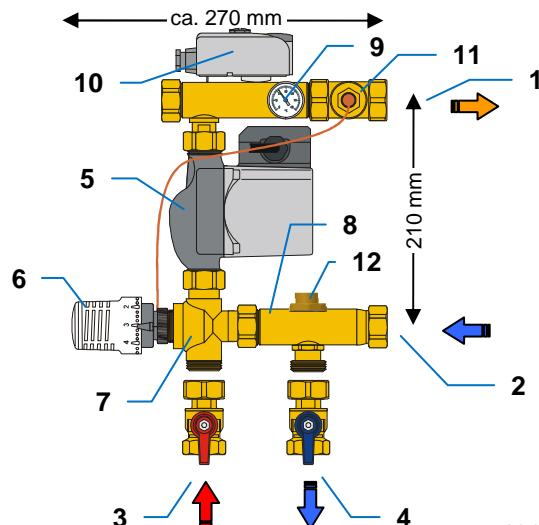

Abb.2
(siehe Abb.2) Das Mischventil (7) ist als Proportionalregler konzipiert. In Abhängigkeit der am Thermostatkopf (6) eingestellten Temperatur (20-50°C) wird „heißes“ Wasser aus dem Kesselkreis- Vorlauf (3) mit dem „kalten“ Rücklaufwasser aus den Fußbodenheizungskreisen (2) gemischt. Die gewünschte Vorlauftemperatur der Fußbodenheizungskreise wird über den Fühler (11) im Fußbodenheizungs- Vorlauf (1) überwacht. Abweichungen vom eingestellten Sollwert bewirken eine Veränderung der Beimischmenge im Mischventil. Die Vorlauftemperatur der Fußbodenheizung in einem engen Temperaturbereich konstant gehalten und kann direkt am Thermometer (9) abgelesen werden.
Bei der Montage muss darauf geachtet werden, dass das Kabel von Pumpe und Sicherheitstemperaturwächter sowie das Fühler-Kapillarrohr nicht beschädigt oder geknickt werden. Ebenso darf keine Zugspannung an den Kabeln auftreten. Auf richtigen Anschluss von Vorlauf und Rücklauf ist zu achten (Abb.2 und 3.1 - 3.2).
Bei hohen Kesselkreistemperaturen oder hohen Pumpleistungen der Kesselkreispumpe kann es erforderlich werden das Regulierventil (12) im Rücklauf (Abb.2) einzustellen. Im Normbetrieb ist dieses Regulierventil komplett geöffnet. Um das Regulierventil einzustellen muss der Fühler (11) aus der Tauchhülse gezogen und der Thermostat auf 50°C gestellt werden. Somit ist gewährleistet dass das Mischventil (7) komplett geöffnet ist. Ferner sollte sichergestellt werden, dass alle Fußbodenheizungskreise für eine gewisse Zeit geöffnet sind, um die Rücklauftemperatur auf Betriebszustand anzuheben. Durch Schließen des Regulierventils im Uhrzeigersinn wird die Beimischmenge von „kaltem“ Rücklaufwasser der Fußbodenheizung zum „heißem“ Vorlaufwasser aus dem Kesselkreis erhöht und so die Vorlauftemperatur zur Fußbodenheizung gesenkt. Die resultierende Temperatur kann am Thermometer abgelesen werden. Hiernach kann der Fühler wieder in die Tauchhülse gesteckt und der Thermostat auf die gewünschte Solltemperatur gestellt werden.